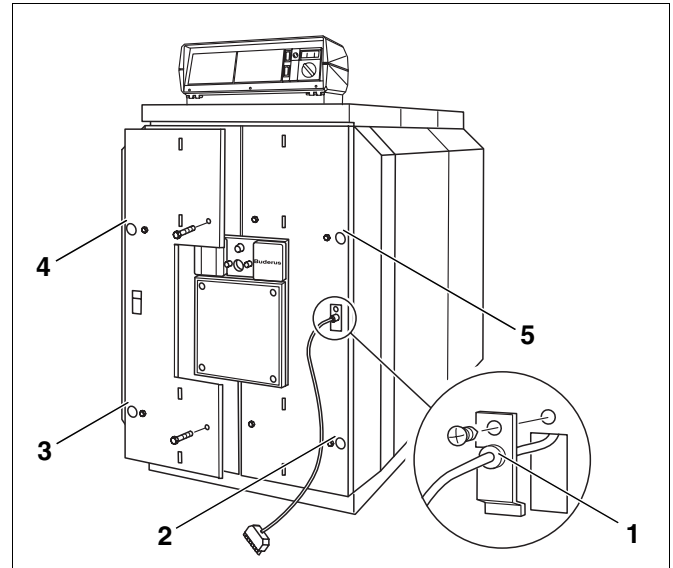

Abb. 57 Brennerkabelverkleidung montieren
- Brennerkabel mit der Zugentlastung in die Kabeldurchführung einrasten (Abb. 57, **Pos. 1**).
- Brennerkabel von vorne auf die Brennerkabelverkleidung aufsetzen und mit vier Maschinenschrauben an dieser anschrauben (Abb. 57, **Pos. 2 bis 5**).